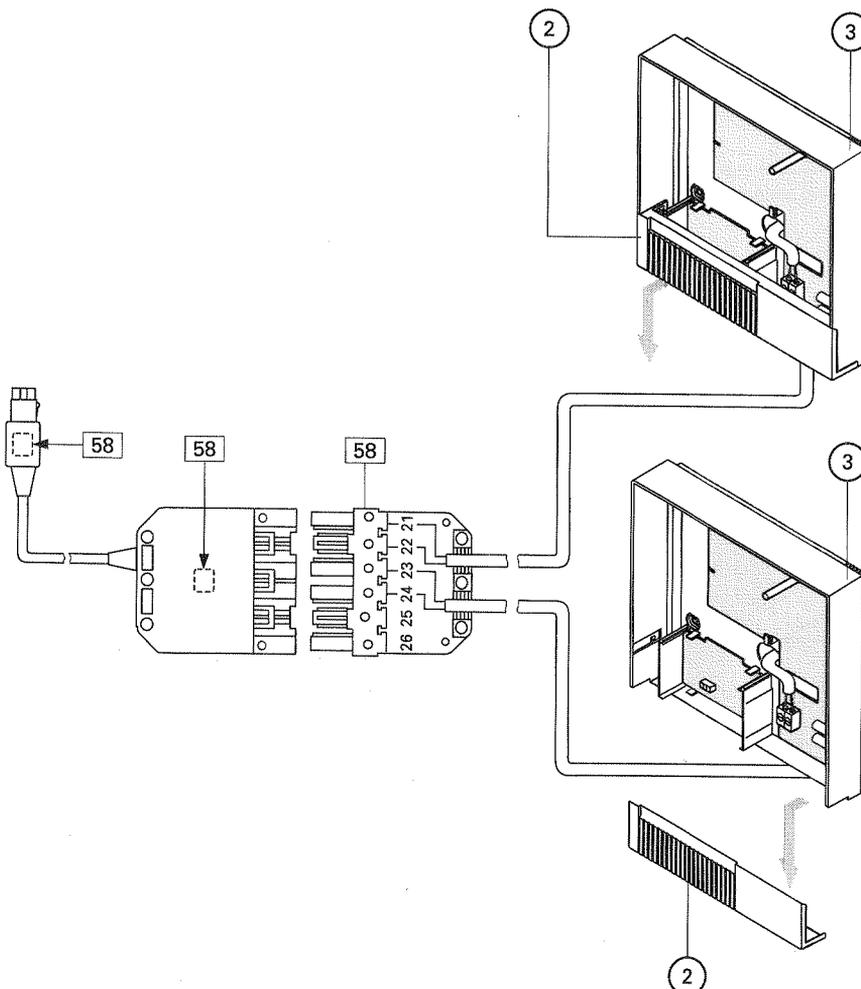

Abb. 2
2. Anschluß der Anschlußleitung gemäß Tabelle und Abb. 2 an 6poligem Steckverbinder der Anschlußleitung und an Klemmen im Wandmontagesockel vornehmen (Adern sind vertauschbar).
3. Etiketten  gemäß Abb. 2 aufkleben.